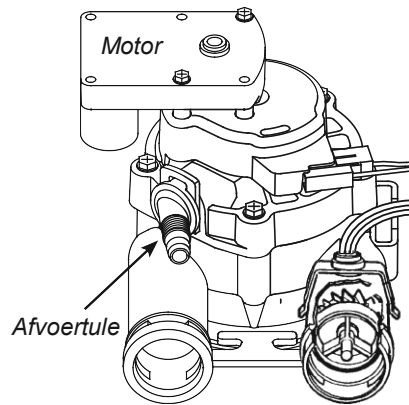

FIG. 7
10. Sluit de afvoerslang met slangklem aan op de afvoertule van de klep (FIG. 7+8). Indien een langere afvoerslang nodig is, maak dan uitsluitend gebruik van een gewapende stevige slang.